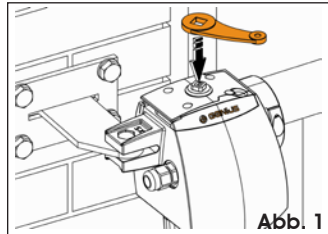

Abb. 1
2. Den Betätigungsschlüssel in die entsprechende Aufnahme am oberen Teil des Antriebs einstecken (Abb. 1).